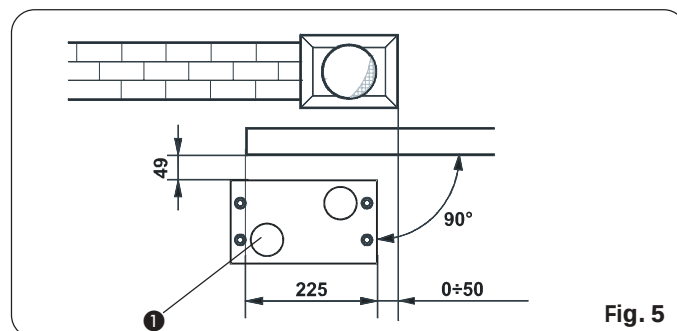
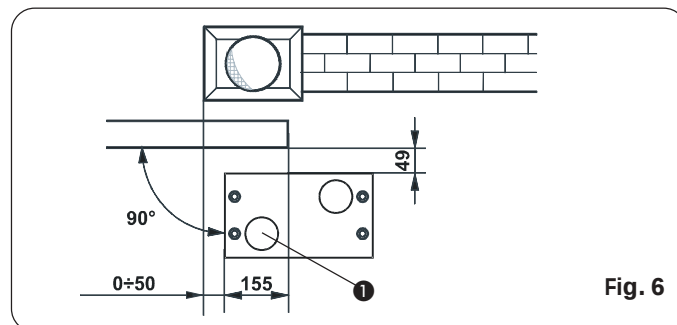

Fig. 5
Fig. 6
- 2) La plaque de fondation doit être placée conformément à la Fig.5 (fermeture à droite) ou Fig.6 (fermeture à gauche) pour garantir un engrènement fiable pignon/crémaillère.